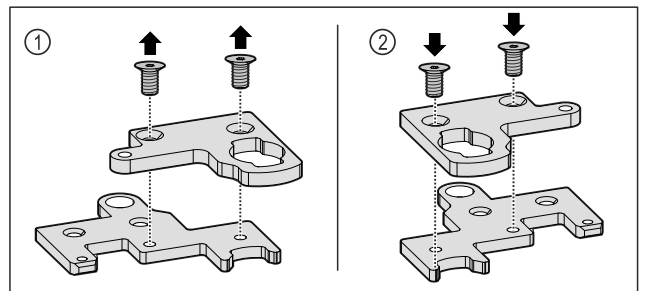

Fig. 34
- ▶ Роз'єднайте двосекційний кутик петлі. Fig. 34 (1)
- ▶ Знову зберіть двосекційний кутик петлі, повернувши його на 180°. Fig. 34 (2)